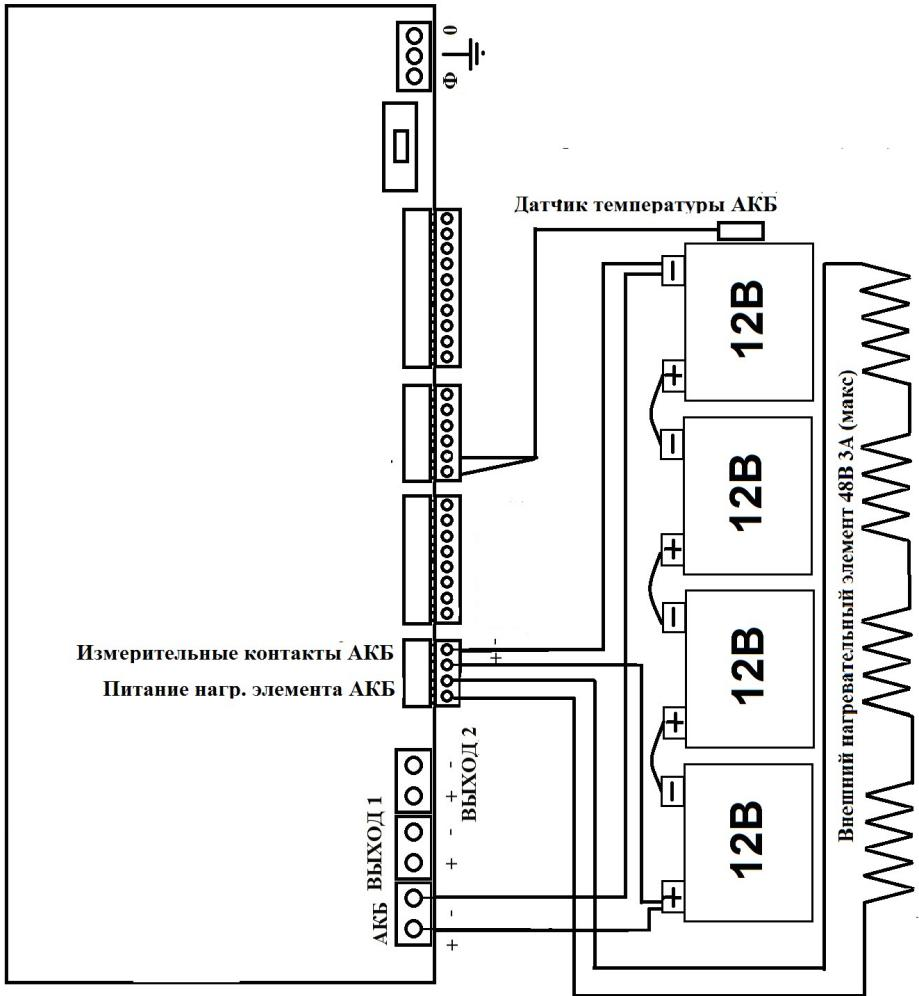
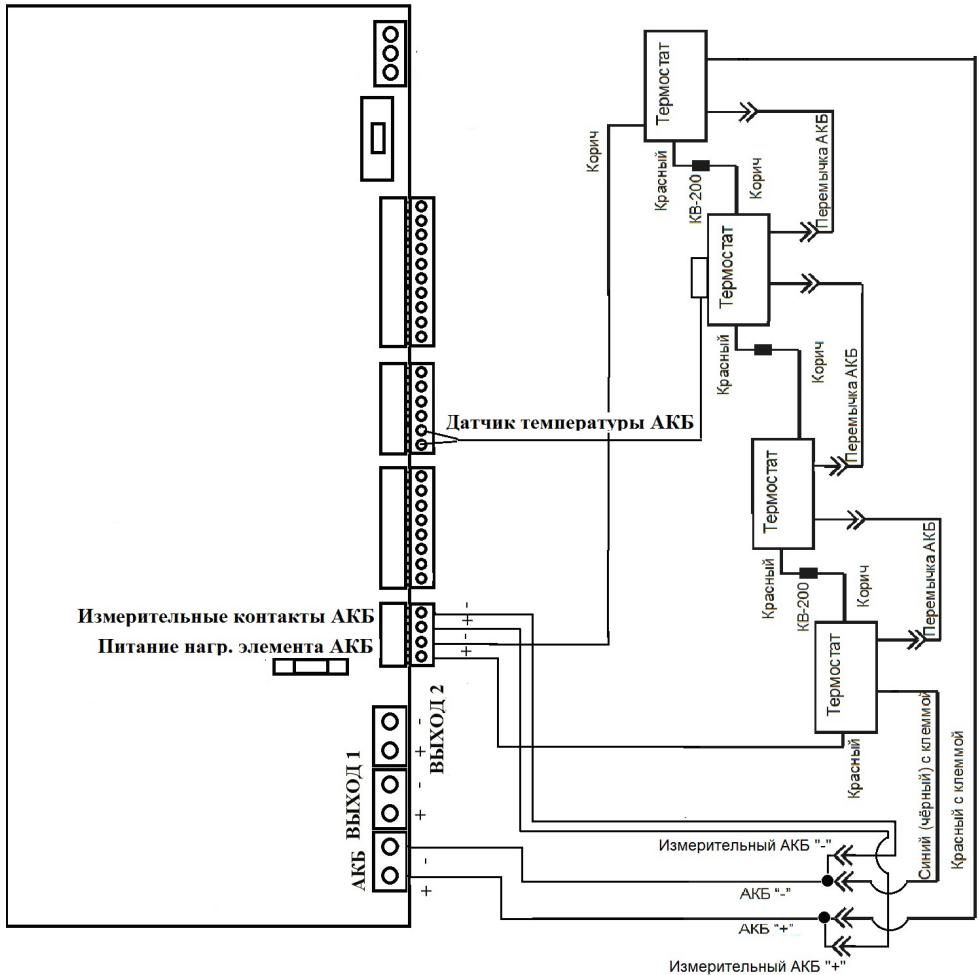

Рисунок 4 – Подключение АКБ с внешним устройством обогрева АКБ с отключением обогрева в режиме «РЕЗЕРВ».
Рисунок 5 – Подключение устройств обогрева Термостат АКБ с отключением терmostатирования в режиме «РЕЗЕРВ».
В изделии реализована возможность использования внешнего нагревательного элемента для обогрева АКБ (см. рисунок 4), либо термостата АКБ (см. рисунок 5), в случае эксплуатации при отрицательных температурах окружающей среды.
- при необходимости термокомпенсации напряжения заряда АКБ и нагрева при отрицательных температурах окружающей среды подключить внешнее устройство обогрева АКБ (см. рисунок 4) или терmostаты АКБ (см. рисунок 5) к соответствующим контактам источника;